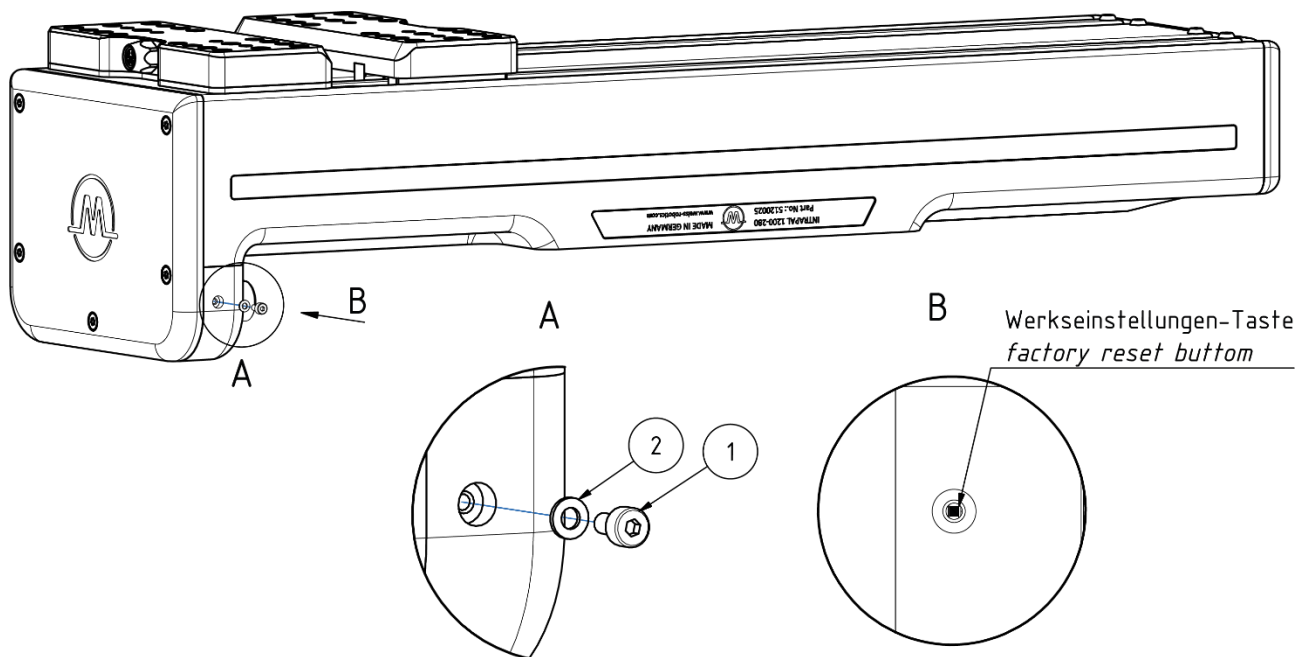

Abbildung 29: Zurücksetzen auf die Werkseinstellungen
Entfernen Sie die Schraube (1) und Dichtungsscheibe (2) wie in Abbildung 29 (Ansicht A) gezeigt. Am unteren Ende der Öffnung befindet sich die Werkseinstellungen-Taste, die mit einem dünnen Stift erreicht werden kann.